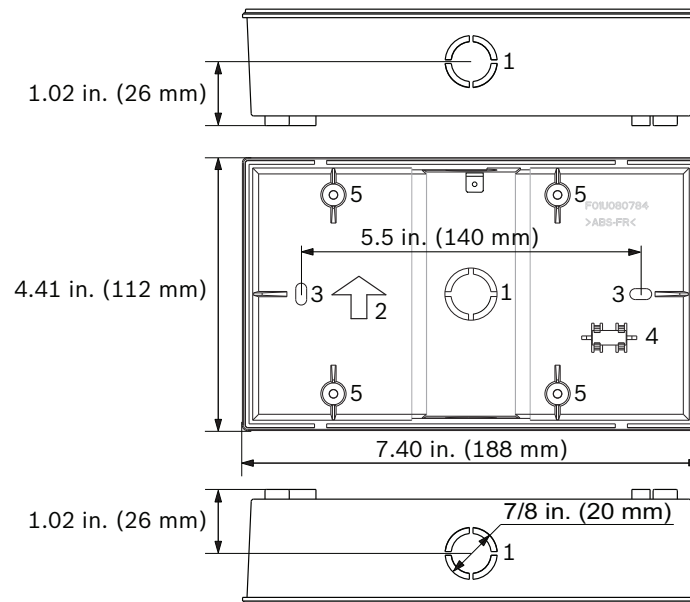

Figura 4.2 Caja Posterior del Centro de Comando Remoto FMR-1000-RCMD
1. La caja posterior cuenta con tres salidas para conexiones de ducto de 1,27 cm (1/2 pulg.) en la parte posterior, inferior y superior (consulte la *Figura 4.2*, elemento 1). Para abrir la conexión de ducto en forma sencilla, reitre la tapa de salida desde el interior de la caja.
2. Instale la caja posterior de modo que la flecha apunte hacia arriba (consulte la *Figura 4.2*, elemento 2).
3. Utilice la caja posterior como plantilla para marcar la ubicación de los orificios de montaje (consulte la *Figura 4.2*, elemento 3). Cree una apertura en la superficie de montaje para los cables. Coloque los tornillos. De momento no ajuste los tornillos.
4. El nivel de burbuja integrado permite nivelar horizontalmente y fijar la base sin necesidad de utilizar otras herramientas (consulte la *Figura 4.2*, elemento 4).
3. Haga pasar los cables a través de una de las salidas de la base del anunciador (montaje en superficie) o de la caja eléctrica de 3 acometidas (montaje empotrado). Consulte la *Figura 4.2* en la *Página 20* para ver dónde se encuentra la entrada de los cables en la caja posterior.
5. Para un montaje en superficie con la caja posterior: fije la base. Utilice el nivel de burbuja para asegurarse de que la caja posterior quede perfectamente horizontal. Consulte la *Figura 4.2* en la *Página 20*.